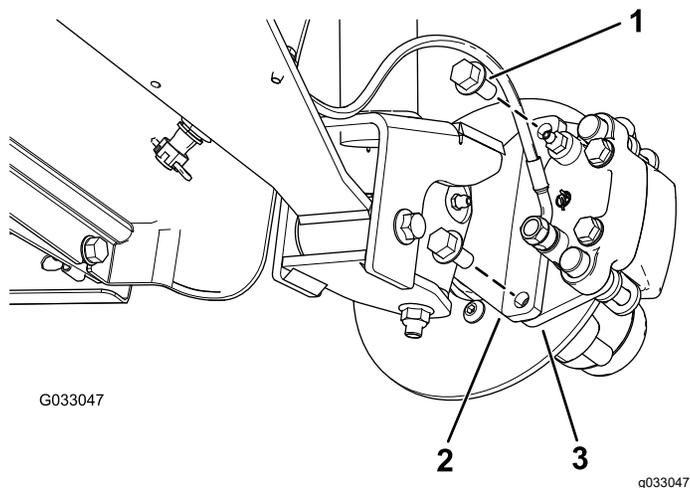
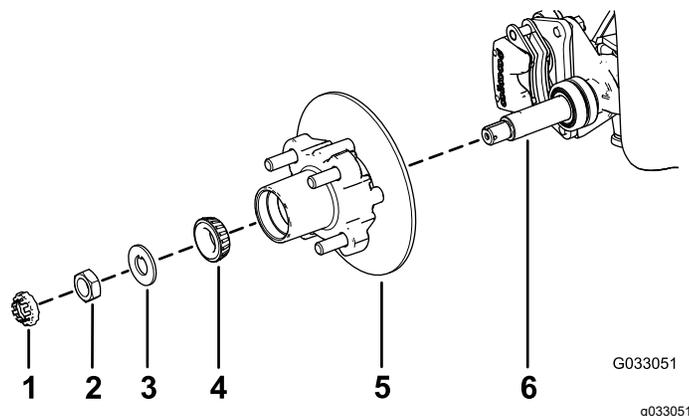

图 24
图 28
3. 卸下将制动器总成支架固定到主轴的凸缘头螺栓  $\frac{3}{8} \times \frac{3}{4}$  英寸将制动器与主轴分开 图 24。
1. 在主轴上涂上薄薄一层指定润滑脂图 28。
2. 将轮毂和转子组装到带内转子的主轴上图 28。
3. 将外置轴承组装到主轴上并将轴承放置到外置座圈内图 28。
4. 将止动垫圈组装到主轴上图 28。
5. 将主轴螺母拧到主轴上上紧螺母扭矩至 15N·m 同时旋转轮毂将轴承调整到位图 28。
2. 将刹车踏板与转子的任意一侧对齐图 24 将制动盘托盘中的孔与主轴机架的制动器安装架中的孔对齐图 28。
3. 用 2 个凸缘头螺栓  $\frac{3}{8} \times \frac{3}{4}$  英寸将卡钳支架固定到主轴机架上图 24。